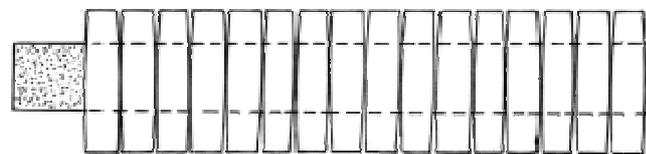

Abb. 17: Faßdauben aufkleben
4. Auf Klebeband auflegen und zusammenrollen (Abb. 17).